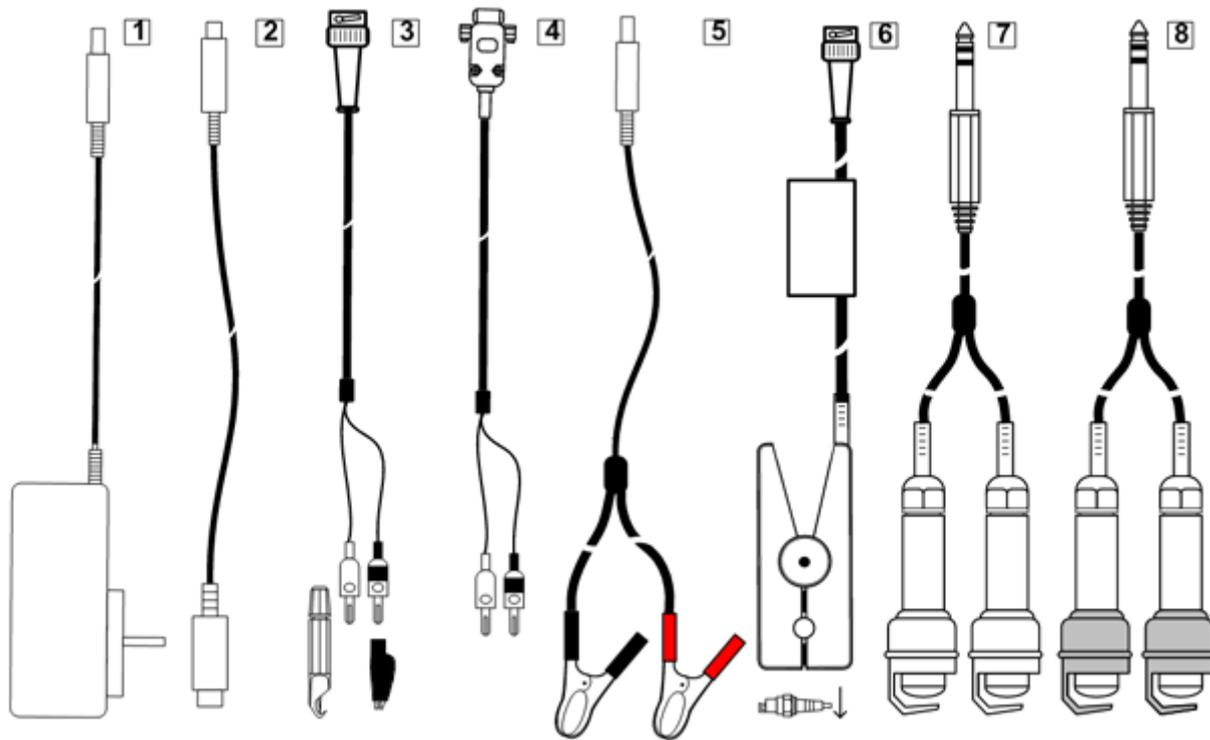

Рисунок 2
- Поз. 1 - панель канала "KB", на которой расположены разъемы поз.6 для подключения датчиков вторичной цепи различной полярности. Разъем KB+ предназначен для подключения датчиков высокого напряжения DIS4+ (рис.2 поз.6), разъем KB- предна-
значен для подключения датчика высокого напряжения DIS4- (рис.2 поз.7). Оба этих входа образуют дифференциальный канал ДВН (белый луч на экране осциллографа), предназначенный для просмотра сигнала вторичной цепи системы зажигания. Положительные (плюсовые) датчики подключается к высоковольтному проводу положительного вывода катушки зажигания. Отрицательные (минусовые) – к отрицательному. При отключенном датчике вход замкнут на «землю».